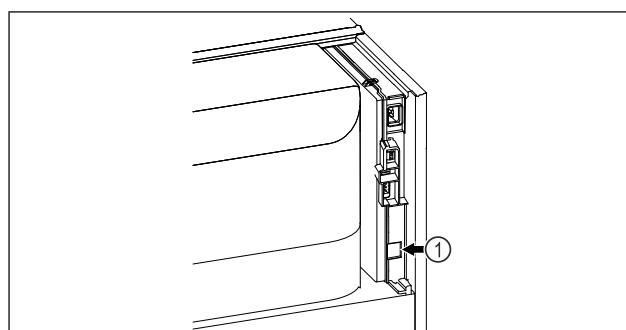

Fig. 92
- ❑ To SmartModule Fig. 92 (1) είναι τοποθετημένο.